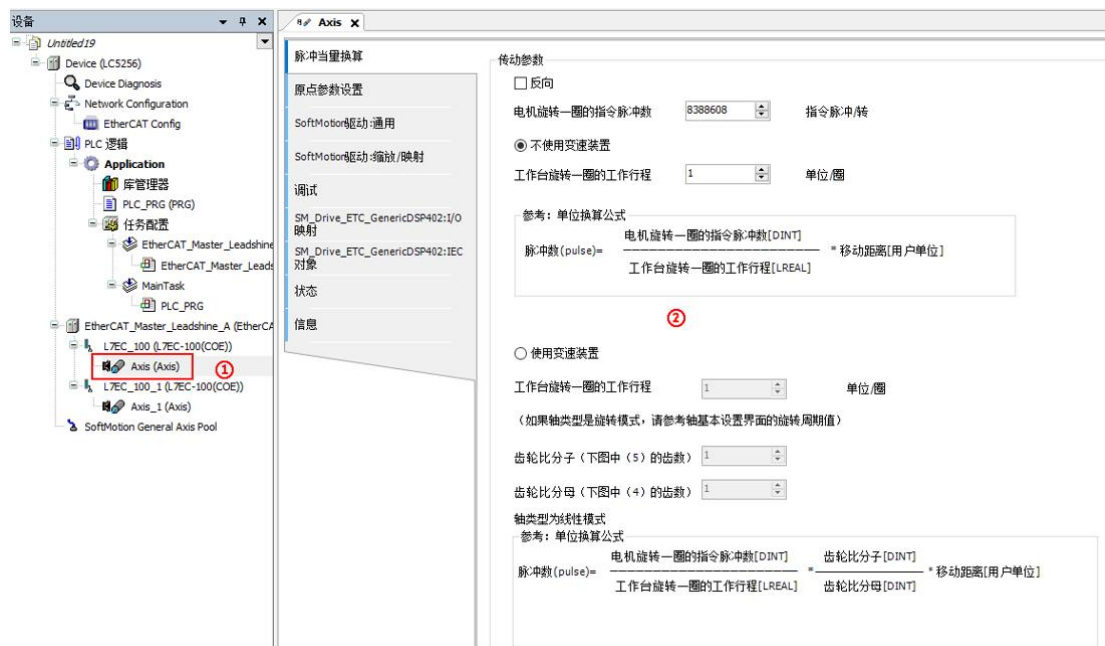

图 6.21 回零运动指令 MC_Home
如图 6.21 所示，添加 EtherCAT 伺服轴后，双击设备导航栏窗口上 CIA402 轴对象①Axis，在主窗口中会显示设置界面②。下面介绍通用参数、单位换算、回零参数的设置方法。